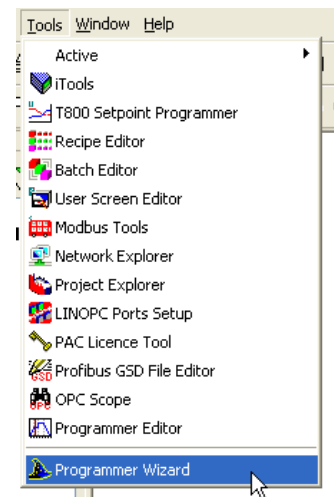

Figura 10 Menú de herramientas
1. Con LINtools en ejecución, haga clic en el menú Tools y, después, en el 'Programmer Wizard' (figura 10, arriba).